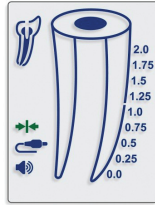

Fig. 3
- 5.3.2. Das "Anschlussymbol" muss am Bildschirm erscheinen, um den richtigen Anschluss anzuzeigen (Abb. 3).